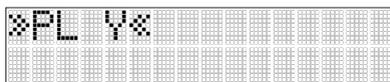

Fig. 21 Axe Y horizontal PlaneLok
6.) Horizontal : Appuyez sur E bouton (j) pour accéder au sous-menu PlaneLok. Sélectionnez >>PL Y<< pour confirmer PlaneLok pour l'axe Y. Appuyez sur le bouton E (j) pour lancer PlaneLok (voir fig. 21).